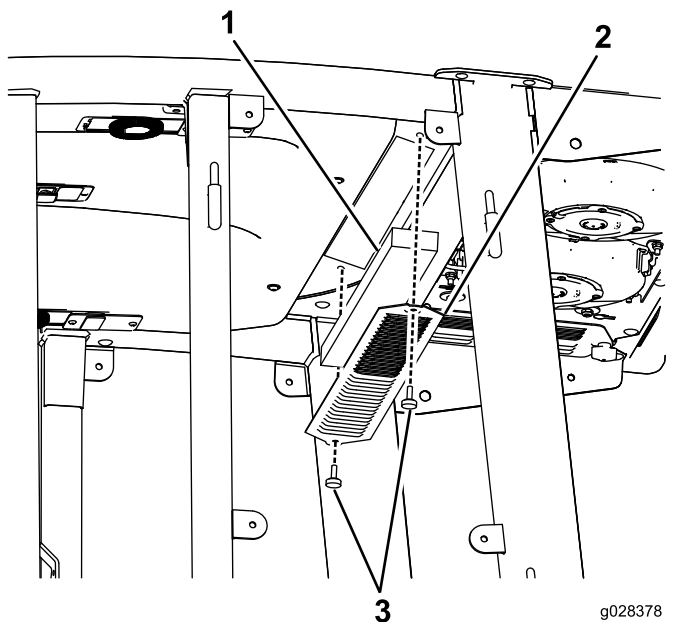
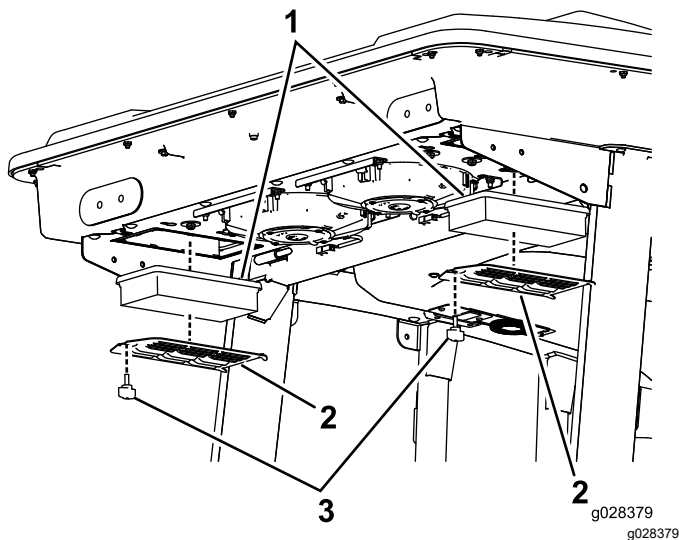
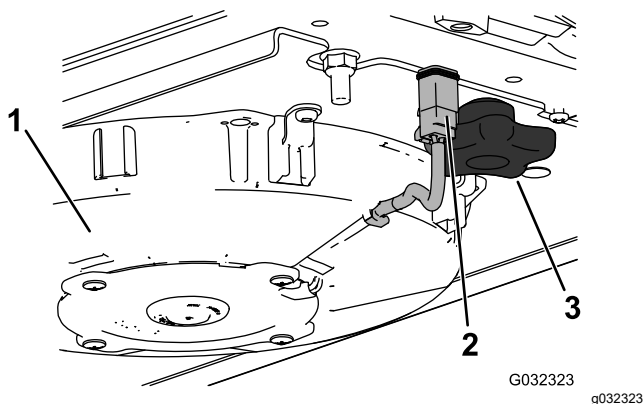
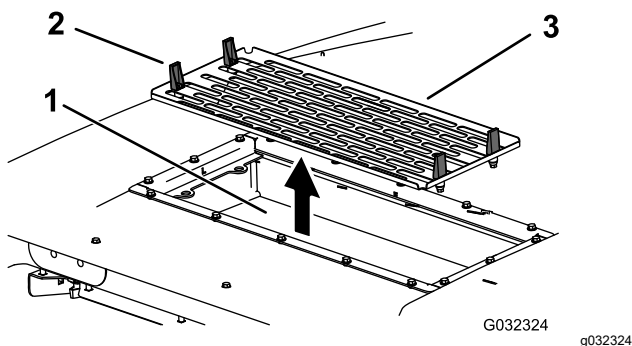

Figura 114
Figura 115
Figura 117
Figura 118
1. Retire los tornillos y las rejillas que cubren el filtro interior y el trasero de la cabina (Figura 114 y Figura 115).
4. Retire los filtros de aire (consulte Figura 115).
6. Instale los filtros de aire, la rejilla y el conjunto del ventilador (Figura 115, Figura 117 y Figura 118).
7. Conecte el cable de cada ventilador (Figura 117).